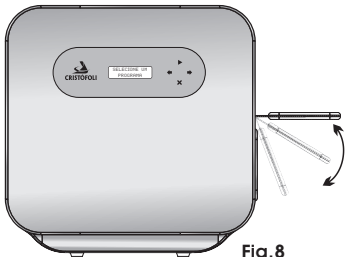

Fig. 8
- b► Abra a porta da autoclave, para isso levante o fecho e puxe (Fig. 8).